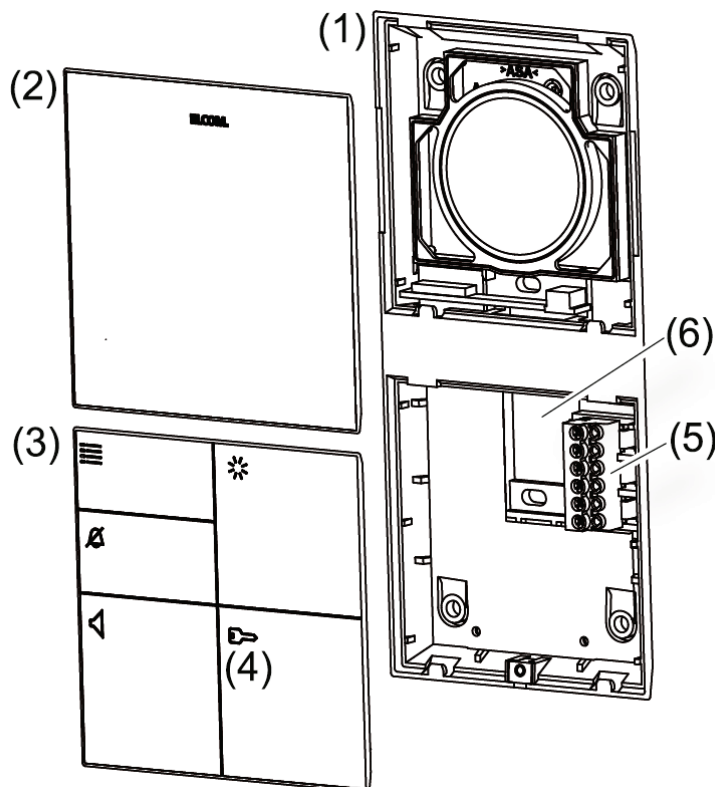

Bild 1: Geräteaufbau
- Abisolierte Leitung ins Gehäuse einführen (Bild 1, 6).
- Das Unterteil des Video Haustelefons (Bild 1, 1) mit Schrauben an der Wand befestigen.
-  Die Anschlussleitung darf sich nur im Klemmenbereich (Bild 1, 6) befinden.